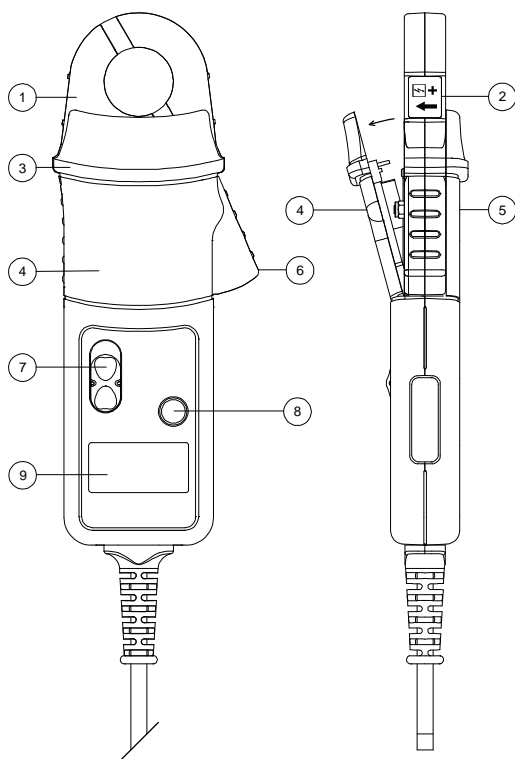

Bild 1
- Halten Sie die Stromzange nirgends hinter der Sicherheitsbarriere (siehe Bild 1).
Wenn das Symbol für niedrige Batteriespannung im Display aufleuchtet, ist die minimale Batteriespannung erreicht. Siehe Bild 1 und gehen Sie wie folgt vor:
Lösen Sie die Schraube am Batteriefachdeckel. Heben Sie die Abdeckung um 30° und ziehen Sie diese gerade vom Rumpf der Stromzange, wie in Bild 1 dargestellt. Ersetzen Sie die Batterie, schließen Sie das Batteriefach und drehen Sie die Schraube fest.